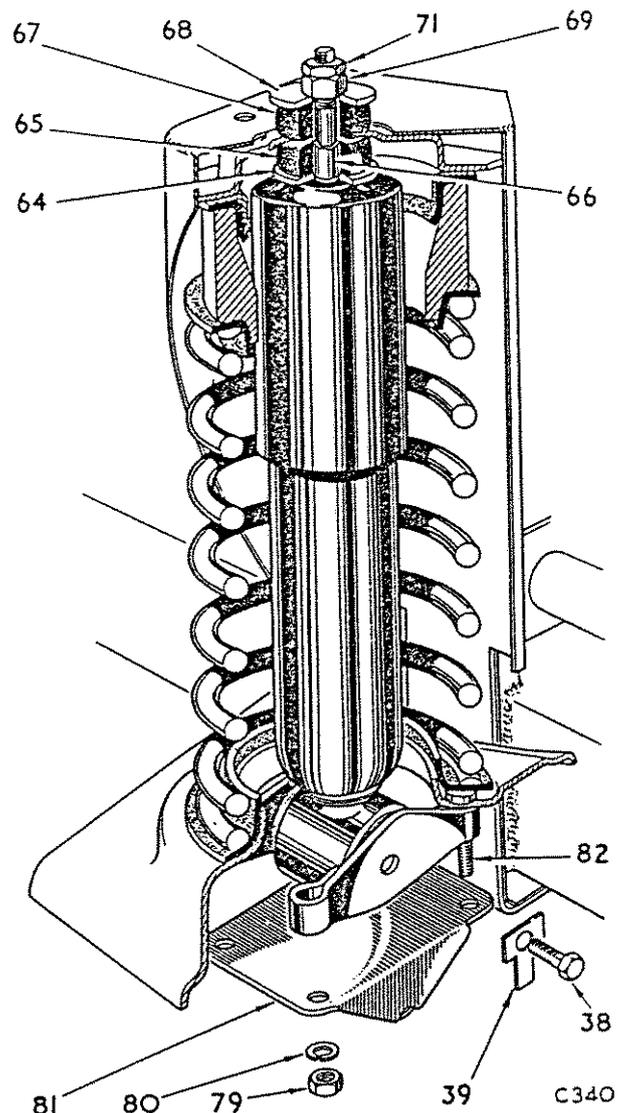

Abb. 6 Anbringung des vorderen Stoßdämpfers
Vorderer Stoßdämpfer Ausbau (Abb. 6)
Nach dem vorher beschriebenen Auf- und Abbewegen den Stoßdämpfer senkrecht und auseinandergezogen durch die Öffnung in der Federauflage schieben. Das obere Ende durch Aufsetzen der Unterlegscheibe (64), der Gummibuchsen (65) und (67), der Muffe (66), der Scheibe (68), der Mutter (69) und der Gegenmutter (71) wie in Abb.6 gezeigt befestigen.